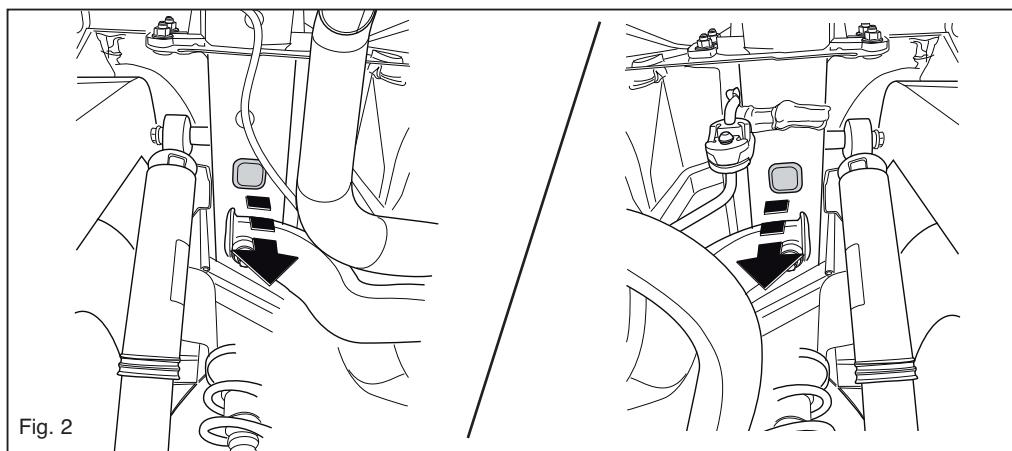

Fig. 2
3. Remove the rubber caps at the points indicated (see fig. 2).
3. Bei den angegebenen Punkten die Gummikappen entfernen (siehe Abb. 2).
3. Allagsna gummikoporna vid de markerade punktarna (se fig. 2).